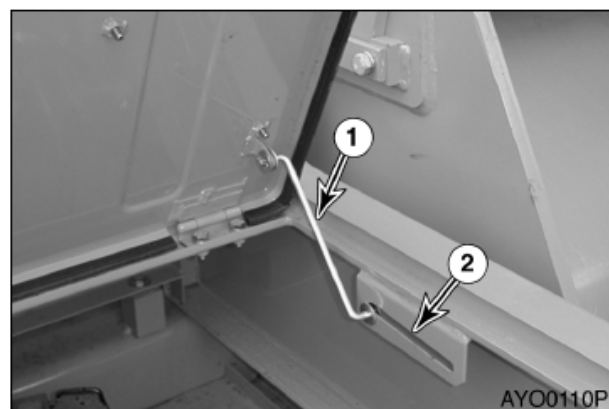

Рис. 103
Открыть дверь и вытянуть опорный стержень (1, рис. 103) в отверстие (2), пока он не заблокируется в прорези в конце щели.